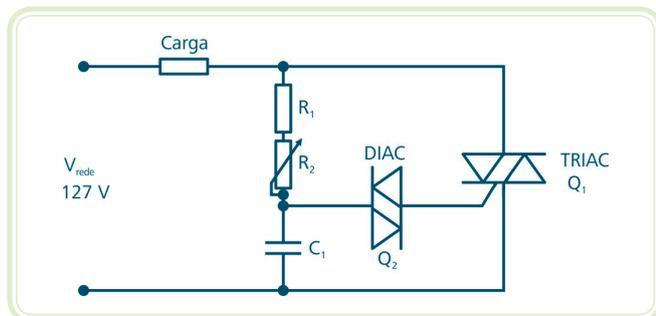

Figura 8.9: Circuito *dimmer*
o problema de antissimetria de disparo do TRIAC, de acordo com o circuito *dimmer* da Figura 8.9.
2. No circuito da Figura 8.9, explique porque é possível disparar o TRIAC com ângulos maiores que 90° e 270° e simétricos nos semiciclos positivo e negativo.